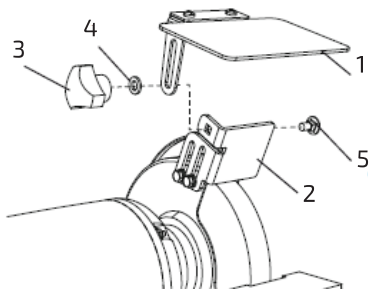

Рис. 6
1. Установить правый защитный экран (1) на искрозащитный щиток (2), используя круглую фиксирующую рукоятку (3), стопорную шайбу (4) и болт с квадратным подголовком (5) (рис. 6).